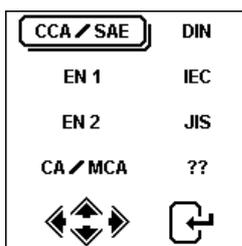

Fig.29
- Una volta selezionato il tipo di batteria [SLI (WET)] or [AGM], si potrà procedere come mostrato con l’inserimento dei dati (Fig.29):